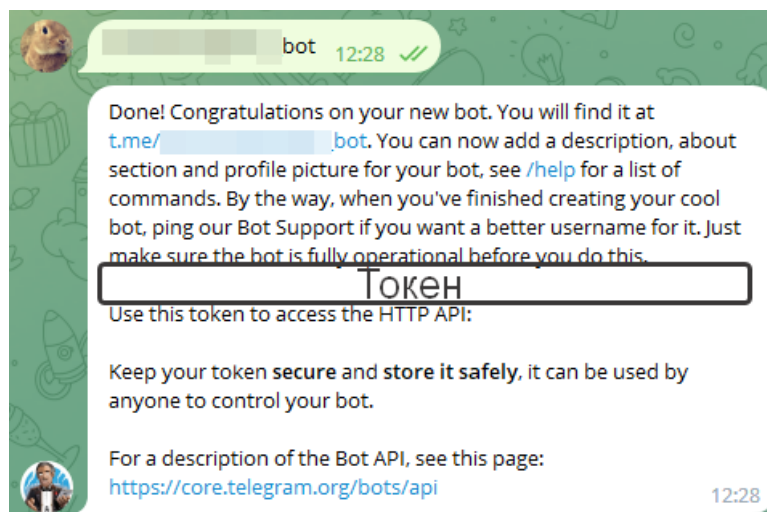

Рисунок 2. Создание бота
7. **Создание Telegram-бота через BotFather.** Откройте приложение Telegram (рис.2). В строке поиска найдите официального бота @BotFather и перейдите в чат с ним. Нажмите кнопку «Начать» или введите команду /start. Выберите команду /newbot (можно просто нажать на неё в подсказке).